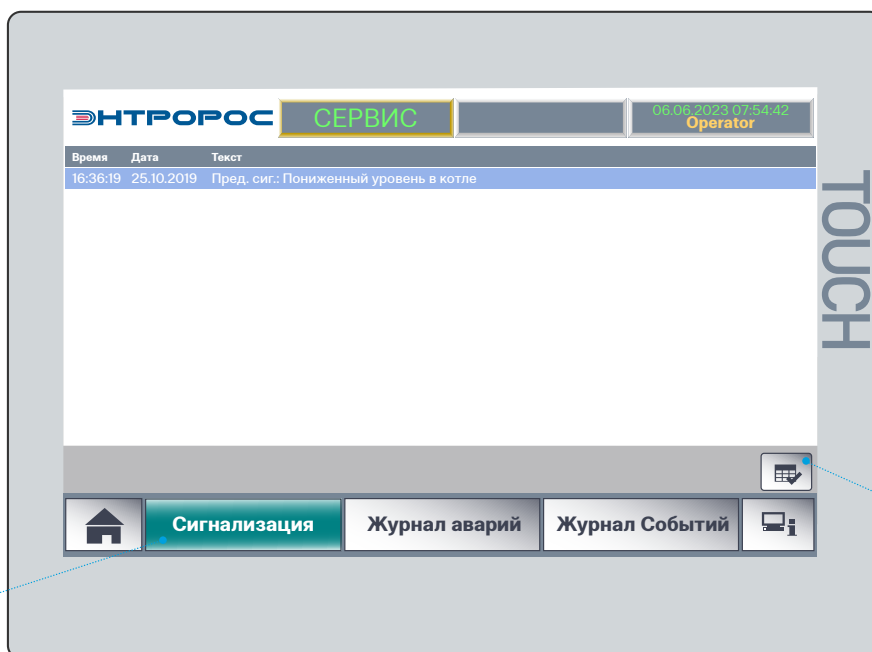

Рис. 20
Данная ветвь пользовательского меню (рис.20) служит для просмотра всех зарегистрированных событий в системе. Система сообщений этого HMI-интерфейса построена по принципу стека FIFO (первый пришел – первый вышел), который основан на всех функциях предустановленной ОС панели оператора, а также ограничена физической памятью панели и ее хватает на хранение и сортировку последних 1024 сообщений. После исчерпания объема памяти более старые сообщения переписываются более новыми.
- окно сигнализации (рис. 20);
Окно сигнализации служит для предоставления оператору информации о наличии предупредительной или аварийной сигнализации. По результату просмотра данного окна оператор принимает нужное решение о квитировании (просто нажатием кнопки 1 (рис.20)) конкретного аварийного или предупредительного сообщения, в результате чего сразу деактивируется аварийная сигнализация. Данная функция проста необходима для сигнализации оператору системы о необходимости экстренного принятия решения по недопущению аварийного останова, или при деблокировке (решение о выводе системы в исходное состояние) после окончания аварийного события (см. Приложение 1 «Алгоритмы и режимы управления»). Текущее окно системы сообщений подсвечивается цветом (2).